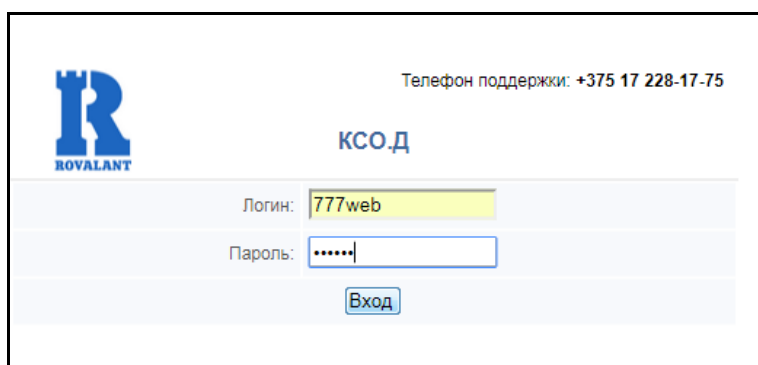

Рис.24
2). На ПЭВМ запустить интернет-браузер (Internet Explorer, Mozilla Firefox, Opera или др.), в интернет-браузере должна быть включена поддержка JavaScript. Ввести в адресной строке браузера IP-адрес КСО.Д (по умолчанию 192.168.0.11). После установления соединения со встроенным веб-сервером КСО.Д в браузере появится окно авторизации (рисунок 24).